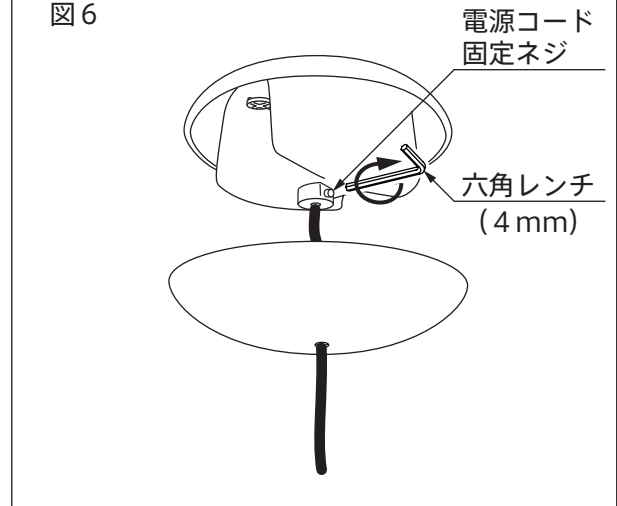

図7
8. カバーキャップ下部を上側へずらし、カバーキャップ上部に押し込みます。(図7)